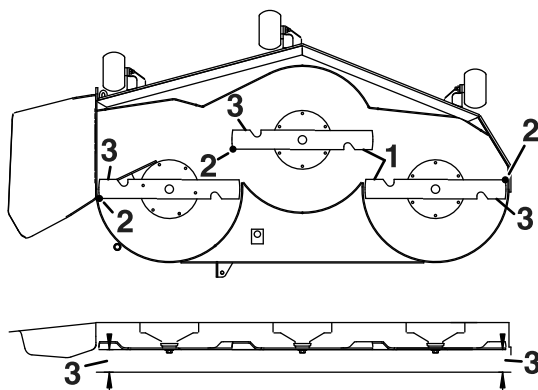

Figura 73
4. Mida entre los bordes de corte exteriores y la superficie plana (Figura 73).